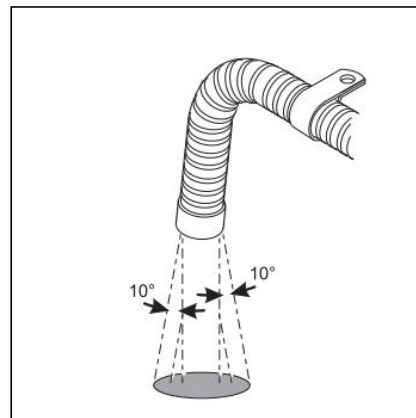

Рис. 19. Требования к установке отверстий для выхлопных труб
- Фиксированное положение выхлопной трубы находится максимум на расстоянии 150 мм перед выпускным отверстием, так что выхлопные газы могут выпускаться на землю под углом $90^\circ \pm 10^\circ$, как показано на Рис. 19.